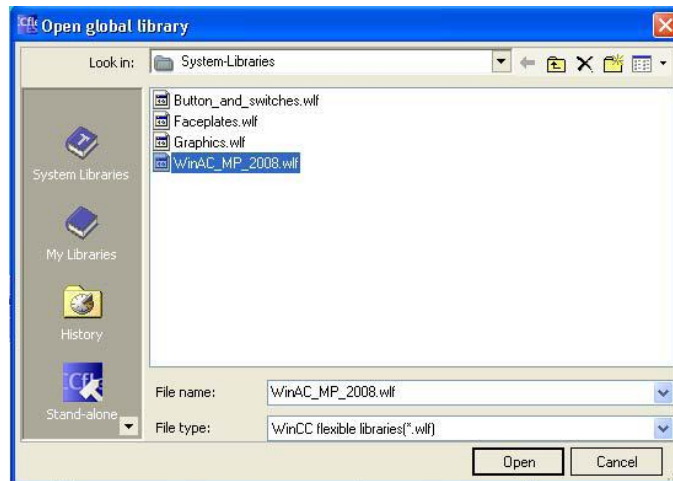

图21 打开 WinAC MP 2008 库文件
5. 选择 WinCC flexible 库“WinAC_MP_2008.wlf”。如图21所示。